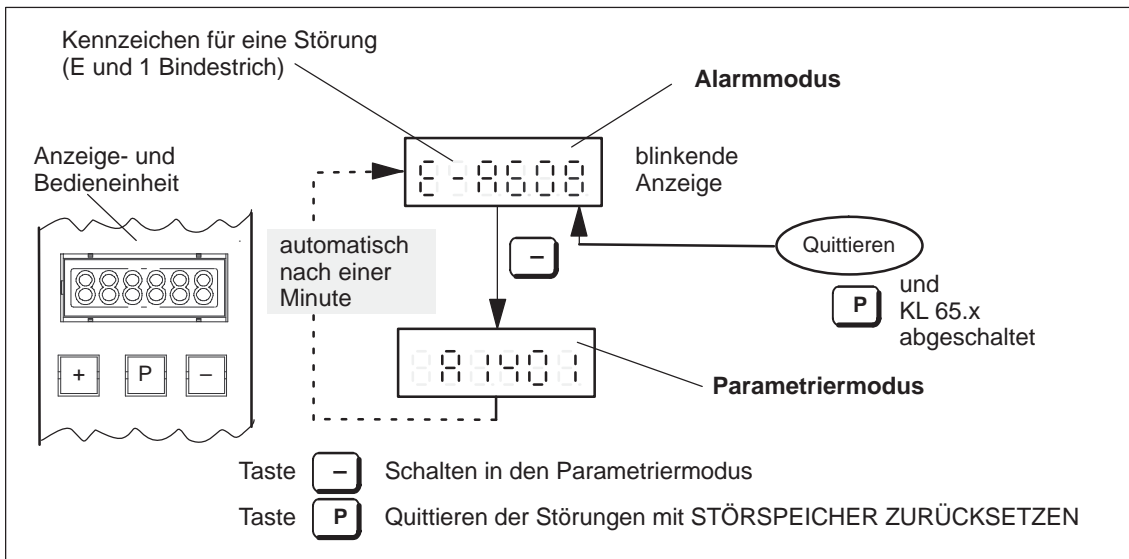

Bild 7-1 Bedienen, wenn eine Störung ansteht
1. So sieht es aus, wenn eine Störung aufgetreten ist (siehe Bild 7-1).